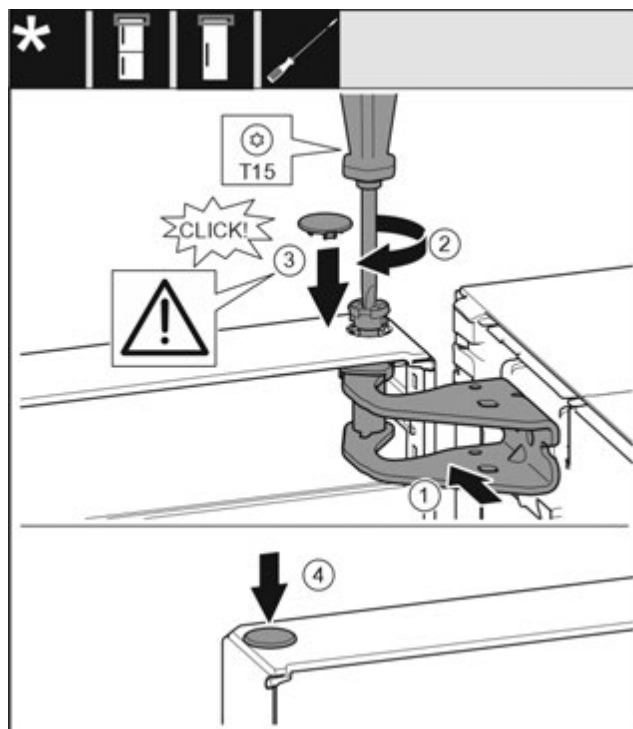

Fig. 22
- ▶ Вирівняйте те дверцята зверху по отвору в опорному кронштейні. Fig. 22 (1)
- ▶ Вставте палець та закрутіть за допомогою викрутки T15. Fig. 22 (2)
- ▶ Встановіть захисну кришку для захисту дверцят: вставте захисну кришку і проконтролюйте, щоб вона прилягала до дверцят. Якщо це не так, повністю вставте палець. Fig. 22 (3)
- ▶ Вставте пробку. Fig. 22 (4)